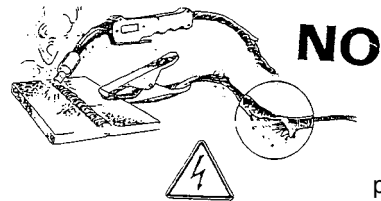

рис.9
- Никогда не используйте поврежденные сварочные кабели или провода электропитания (рис.9).